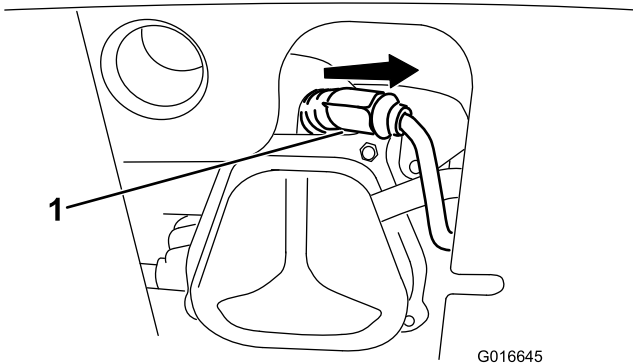

Bild 44
1. Entfernen Sie die Kappe (Bild 44).